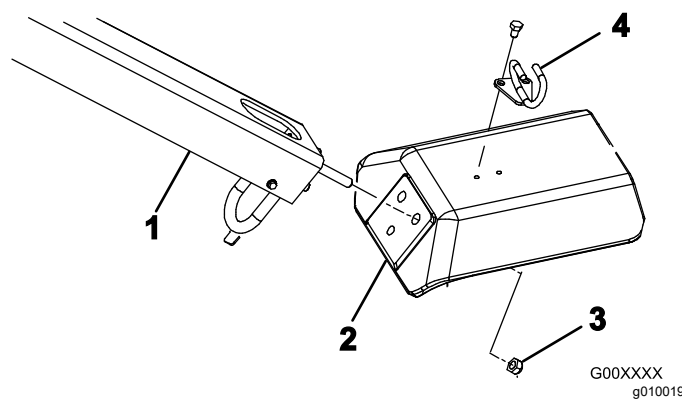

Рисунок 4
2. Вставьте шпильки крепления рукоятки в отверстия вилки (Рисунок 4).
3. Зафиксируйте шпильки рукоятки на вилке (Рисунок 4) тремя контргайками (½ дюйма).
5. Закрепите направляющую тросиков на верхней части вилки (Рисунок 4) двумя болтами (5/16 x ½ дюйма).